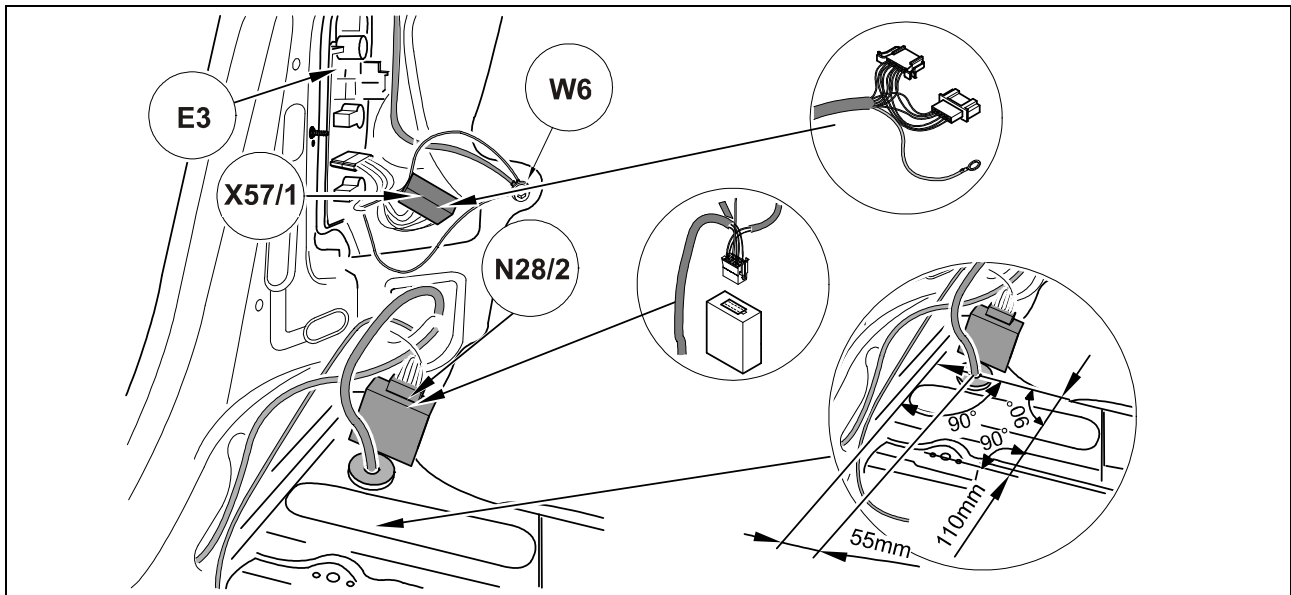

Fig. 4: Stekker
3. Blinddop voor leidingsdoorvoer (1) verwijderen. Bij voertuigen zonder blinddop Ø 40 mm gat boren. Let op de maatvoering in fig. 4!